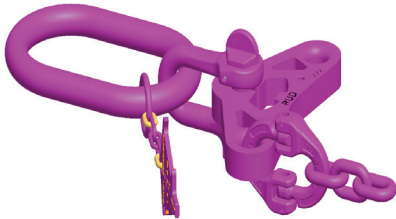

Abb. 13: Zweite Bügelhälfte mit erster Bügelhälfte ausrichten.
4. Setzen Sie die beiden Bügelhälften so zusammen, dass die Bauteile fluchten (Abb. 13).